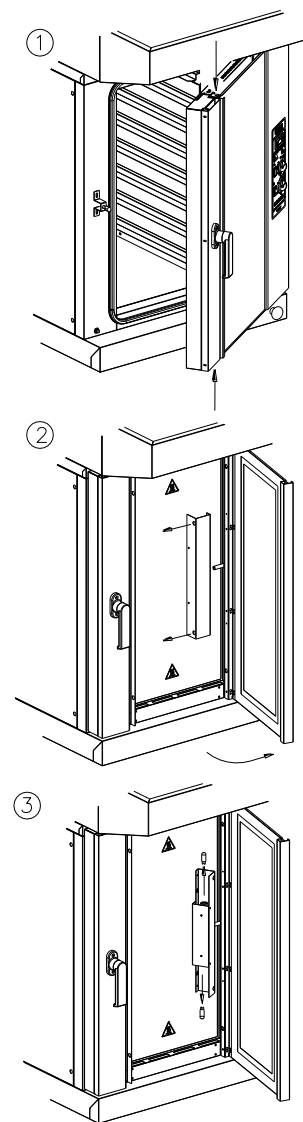

Fig.10.1.sostituzione lampade
Aprire la portina di accesso al vano lampada svitando le viti presenti sulla parte superiore ed inferiore portina (1). Svitare le viti che fissano il supporto del portalamпада alla parete del forno e sfilare il supporto (2). Fare attenzione a non strappare i fili elettrici (Fig.10.1). La lampadina va sostituita con una di pari potenza (alogeno 35W), adatta alle alte temperature (300°C) (3).